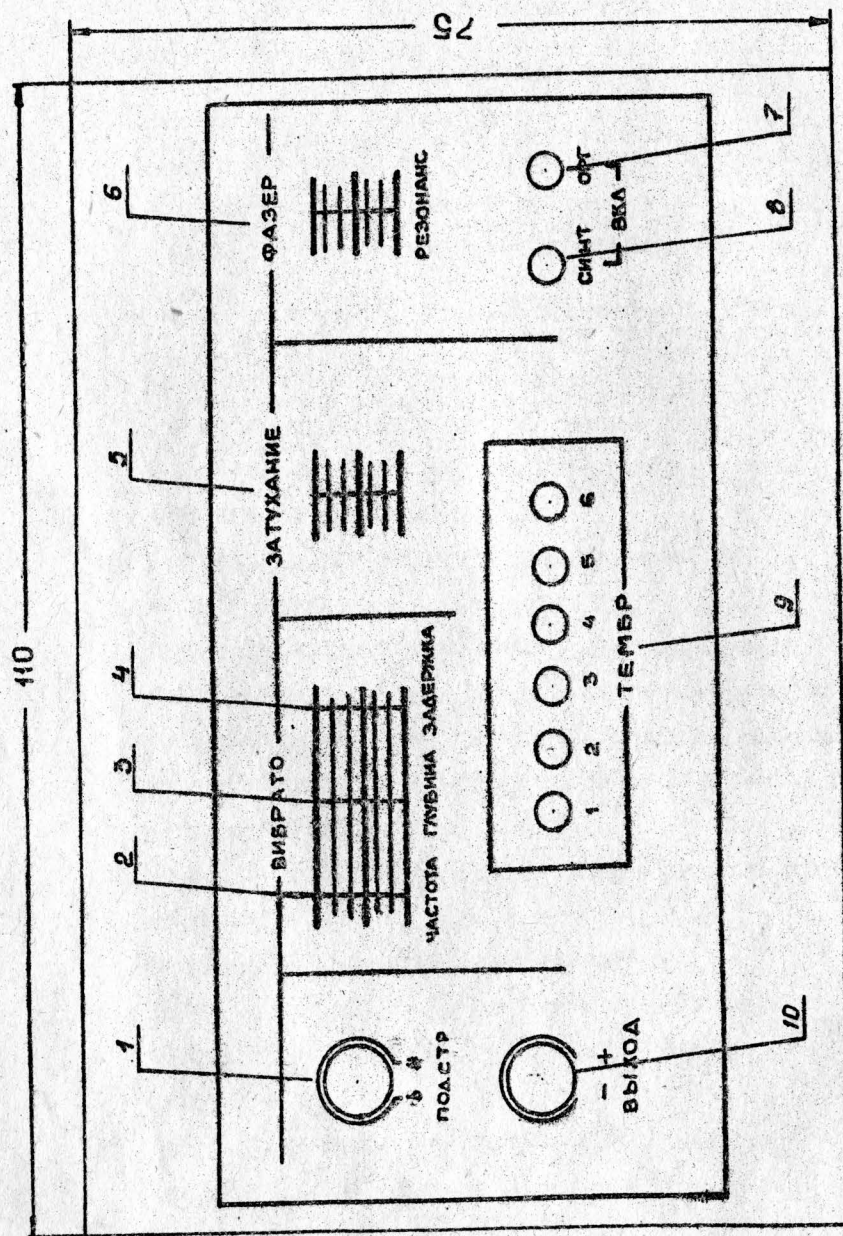

Рис. 3 ОРГАНЫ УПРАВЛЕНИЯ НИЖНИМ МАНУАЛОМ
5.2. Органы управления нижним мануалом и их назначение. (рис. 3)